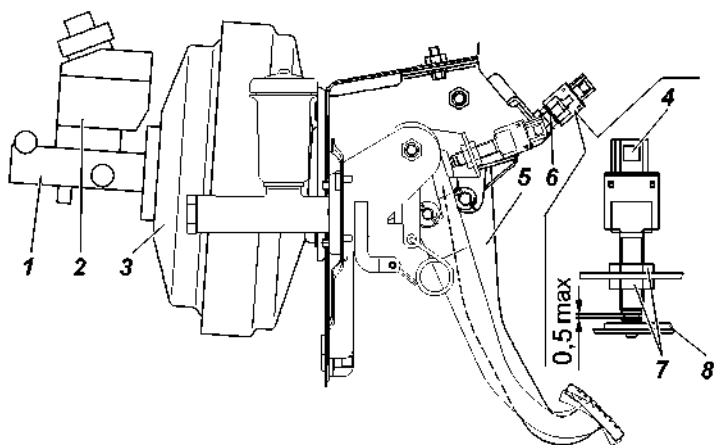

Рис. 9.23. Привод главного тормозного цилиндра:
**Свободный ход педали тормоза** при необходимости регулируйте вращением регулировочного винта 6 (рис. 9.23). Свободный ход педали должен быть 5-8 мм. После регулировки затяните гайку винта с моментом 14 - 18 Н · м (1,4 - 1,8 кгс · м).